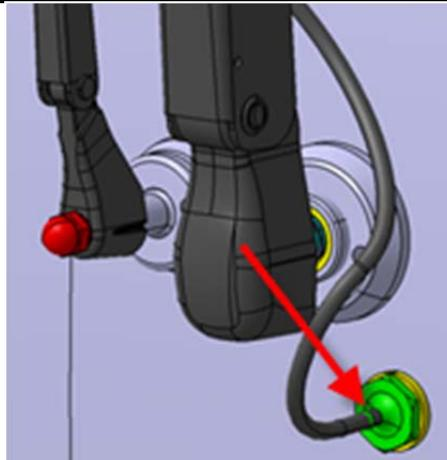

FIGURE 3
1. Déconnecter les 2 tubes de liquide lave-glace (FIGURE 3).